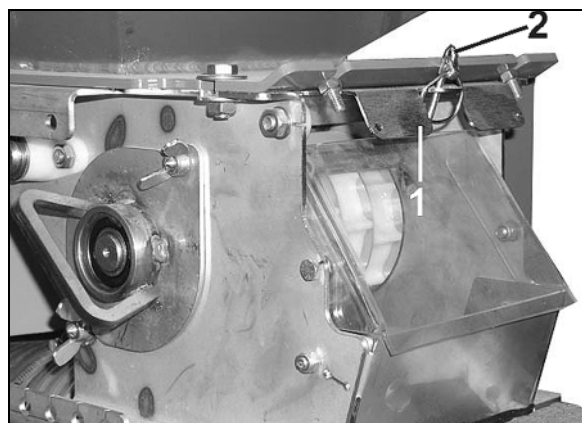

Fig. 56
2. Træd op i såsædsbeholderen via trappen (Fig. 56).